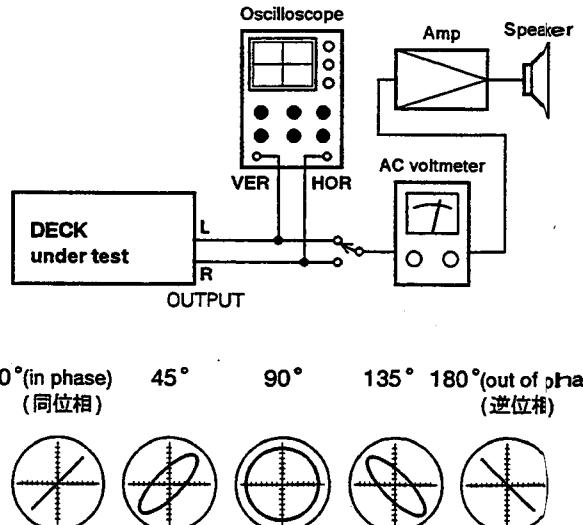

Fig. 2-5
- 6). As shown in Fig. 2-5, hook up the measuring instruments.
- 6). 図2-5のよう測定器を接続する。
- 6). Hook up the measuring instruments as shown in Fig. 2-5.
- 4). As shown in Fig. 2-5, hook up the measuring instruments.
- 6). 図2-5のように測定器を接続する。